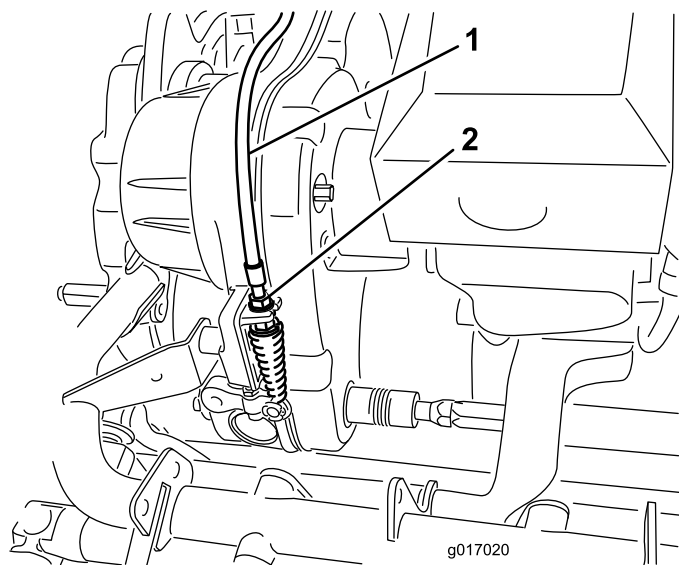

Рисунок 47
2. На переходнике трансмиссии отрегулируйте тросик управления барабаном (Рисунок 47) так, чтобы длина пружины составила 70,6-72,4 мм.